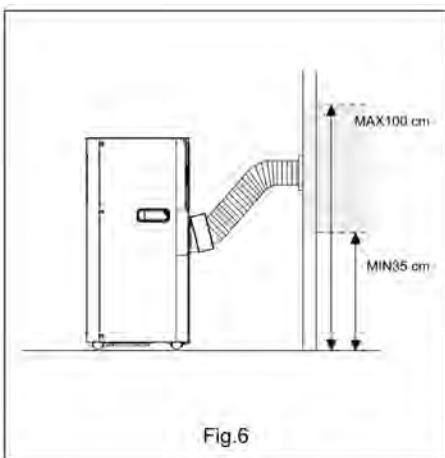

Fig.6
- Insérer l'autre extrémité de l'assemblage du tuyau au support préalablement fixé sur le mur, comme illustré dans la (Fig. 6)